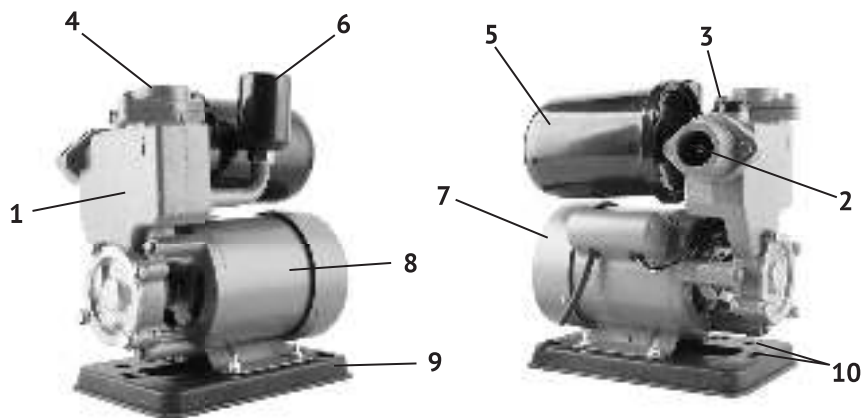

рис. 1
Привод насоса станции осуществляется однофазным асинхронным двигателем переменного тока (рис.1 поз.8). На якорь двигателя крепится металлическая крыльчатка. Вращающееся с высокой скоростью рабочее колесо (крыльчатка) повышает давление воды в гидроаккумуляторе, реле давления (рис.1 поз.6) при достижении заданного давления отключает насос. Таким образом в гидроаккумуляторе создаётся давление, необходимое для подъёма воды на нужную высоту. При расходе воды, давление в гидроаккумуляторе понижается. При достижении определённого давления, реле давления включает двигатель насоса. Для защиты двигателя от перегрева, в обмотку статора встроено тепловое реле. Реле отключает двигатель при перегреве, оберегая обмотку статора. После срабатывания теплового реле требуется некоторое время для остывания двигателя насоса, после чего он автоматически включится в работу.
2.4 Общий вид* станции представлен на рис.1
2.5 Двигатель (рис.1 поз.8) в металлическом корпусе и насосная часть в чугунном корпусе (рис.1 поз.1) скреплены в единый агрегат. Сверху, над корпусом двигателя, расположен гидроаккумулятор (рис.1 поз.5) с реле давления (рис.1 поз.6). Насос приводится в действие асинхронным двигателем переменного тока. Подключение насоса к сети осуществляется кабелем питания со штепсельной вилкой с заземляющим контактом. Насосная часть станции имеет два отверстия (\varnothing внутр. = G1) для присоединения входной (рис.1 поз.2) и выходной (рис.1 поз.4) трубы (шланга). Сверху расположена заливная горловина с пробкой (рис.1 поз.3).
Установить станцию на ровной твёрдой поверхности. Для уменьшения вибрации рекомендуется закрепить основание (рис.1 поз.9), используя монтажных отверстия (рис.1 поз.10). Станцию лучше всего расположить как можно ближе к источнику (скважине, колодцу) подачи воды.
Труба (шланг) всасывающей магистрали присоединяется к входному резьбовому (G1) отверстию (рис.1 поз.2). При монтаже её горизонтального участка необходимо обеспечить непрерывный угол подъёма от источника водозабора до насоса (не менее 1° к горизонту). Обратные углы не допускаются (во избежание образования воздушных пробок) (рис.3)
- вкрутить (сняв заглушки) во входное (рис.1 поз.2) и выходное (рис.1 поз.4) отверстия штуцера для присоединения шлангов всасывающей и напорной линий;
- аналогично установить на выходное отверстие (рис.1 поз.4) штуцер и шланг отводящий воду и закрепить его хомутом.
- открыть пробку заливной горловины (рис.1 поз.3);
6.2 Ежемесячно проверяйте давление воздуха в гидроаккумуляторе (автомобильным манометром через ниппель). Для этого отключите станцию и слейте воду из напорной магистрали, используя отверстие (рис.1 поз.12).